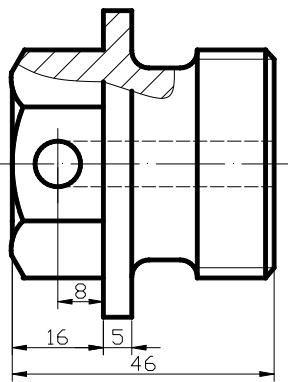
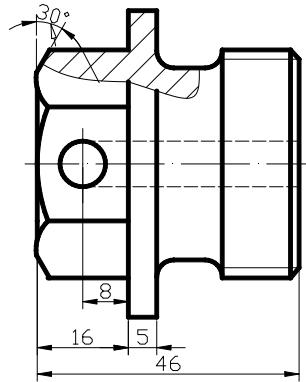
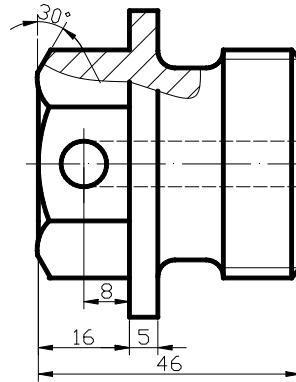

图 7-31 完成基准标注
图 7-32 定位角度标注尺寸线
图 7-33 完成角度标注
4、基线标注效果如图 7-31 所示。单击【角度标注】按钮 ，选择如图 7-32 所示的两条角度线上的直线为尺寸界线，移动光标到合适位置单击鼠标，标注果如图 7-33 所示。